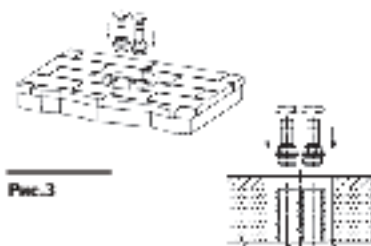

Рис. 3
3. Установите перфорацию (рис. 3).